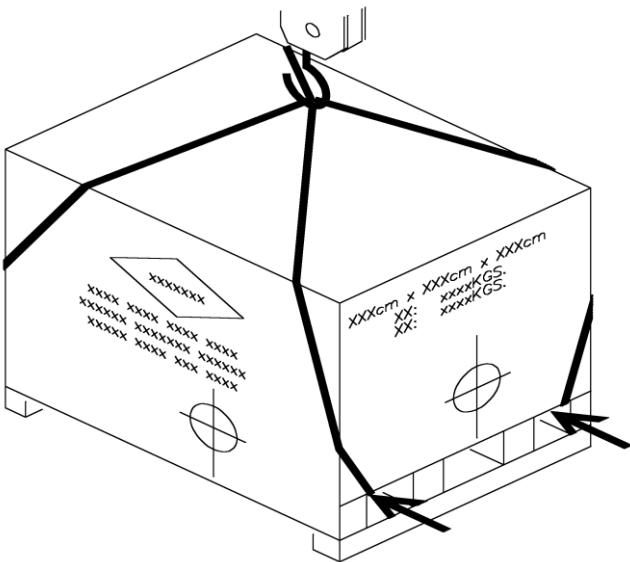

Рис. 4.1.1
- (2) Грузоподъемность крана должна превышать вес поднимаемого груза.
- (3) Подготовьте подходящие стропы.
- (4) Пожалуйста, перепроверьте стропы перед началом работ по подъему.
- (5) Разместите стропы, как показано на Рис.4.1.1.
- (6) При подъеме грузчики должны держаться в отдалении от станка, не допускать появления людей под поднимаемым грузом или в опасной близости от него.
- (7) Грузчики должны иметь соответствующую квалификацию и допуск к проведению работ.